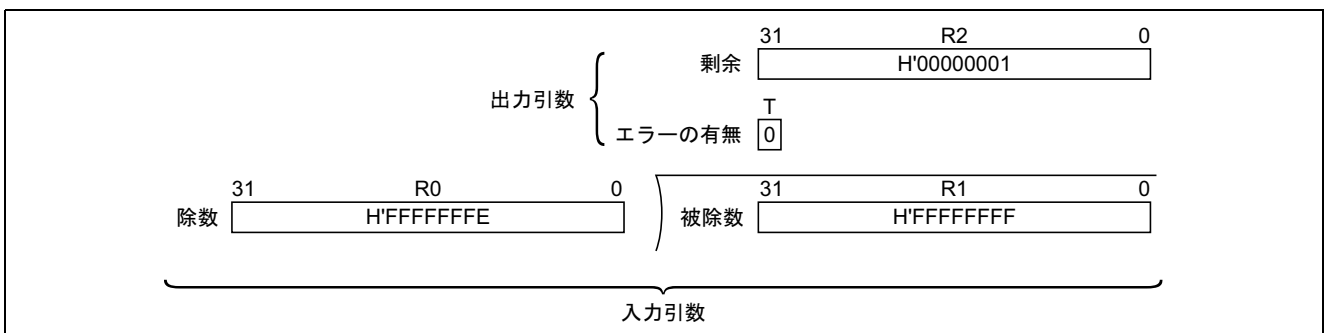

図 1 ソフトウェア DIVU32R の実行例
b. 図 1 にソフトウェア DIVU32R の実行例を示します。